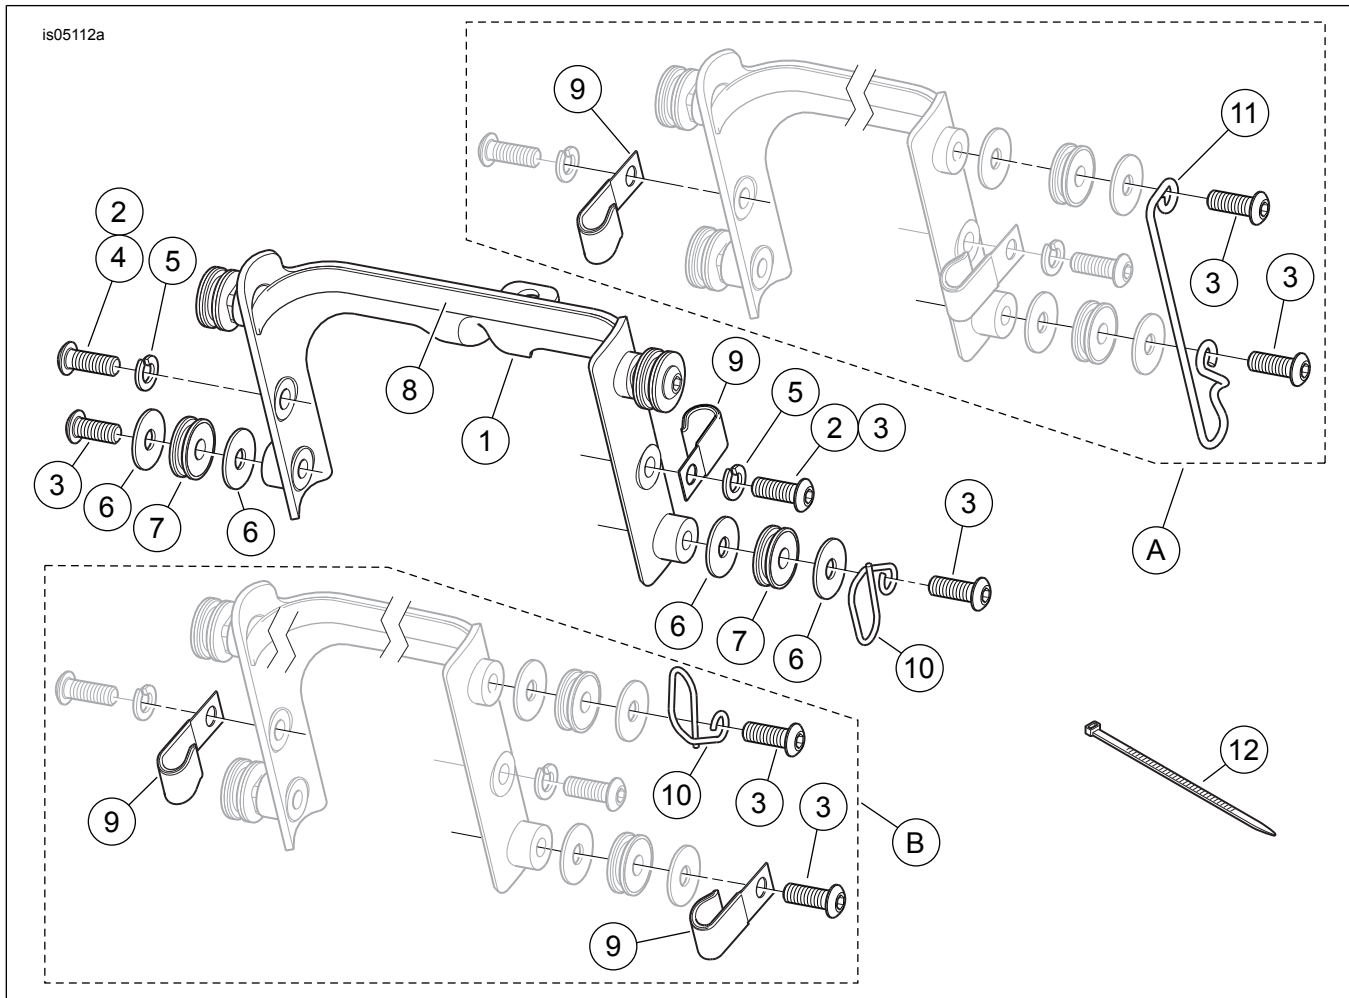

Figure 5. Pièces détachées : Kit de visserie d'ancrage de pare-brise amovible
Voir Figure 5 et Tableau 1.
8. Voir Figure 5. Installer le ruban en mousse (8) du kit à l'intérieur du support de pare-brise chromé (1) comme indiqué.
13. Voir Figure 5. **Pour TOUS les modèles** : Prendre une **nouvelle** bride de conduite de frein (9) et deux rondelles-frein (5) du kit, ainsi que les vis de montage indiquées ci-dessous qui correspondent à l'application. **Pour les modèles FXSTSSE et FXSTSSE2 de 2007 et 2008** : Prendre la deuxième bride de conduite de frein (9) du kit. **Pour les modèles FXSTS et FXSTSB AVEC feux de croisement** : Utiliser une vis à tête bombée de 19 mm (3/4 po) de long (2) pour l'attache de gauche et utiliser une vis à tête bombée de 22 mm (7/8 po) de long (3) pour l'attache de droite. **Pour les modèles FXSTS et FXSTSB SANS feu de croisement** : Utiliser une vis à tête bombée de 16 mm (5/8 po) de long (4) pour l'attache de gauche et utiliser une vis à tête bombée de 19 mm (3/4 po) (2) pour l'attache de droite. **Pour les modèles FLSTS ou FLSTSB (avec ou sans feux de croisement)** : Utiliser une vis à tête bombée de 16 mm (5/8 po) de long (4) pour l'attache de gauche et utiliser une vis à tête bombée de 19 mm (3/4 po) (2) pour l'attache de droite.